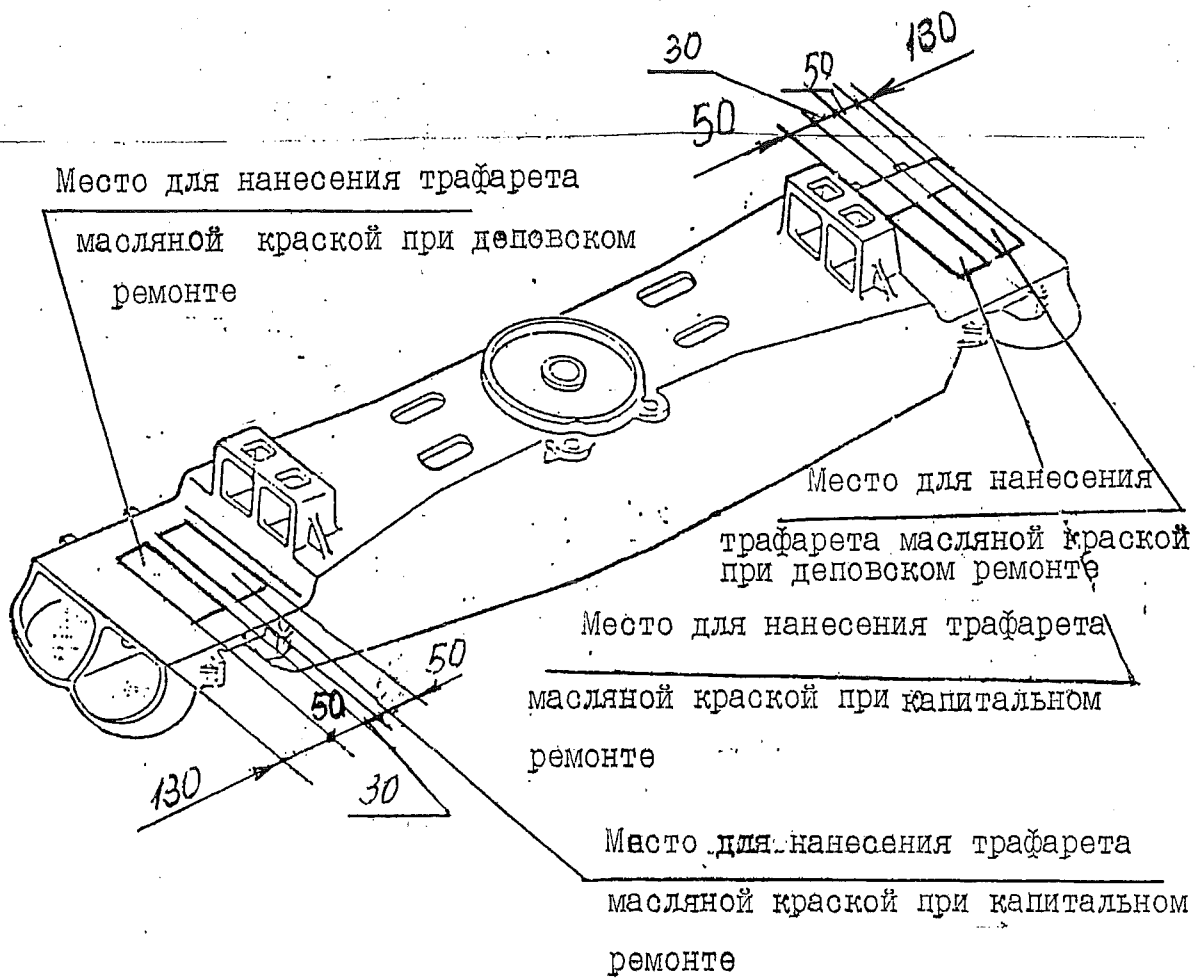
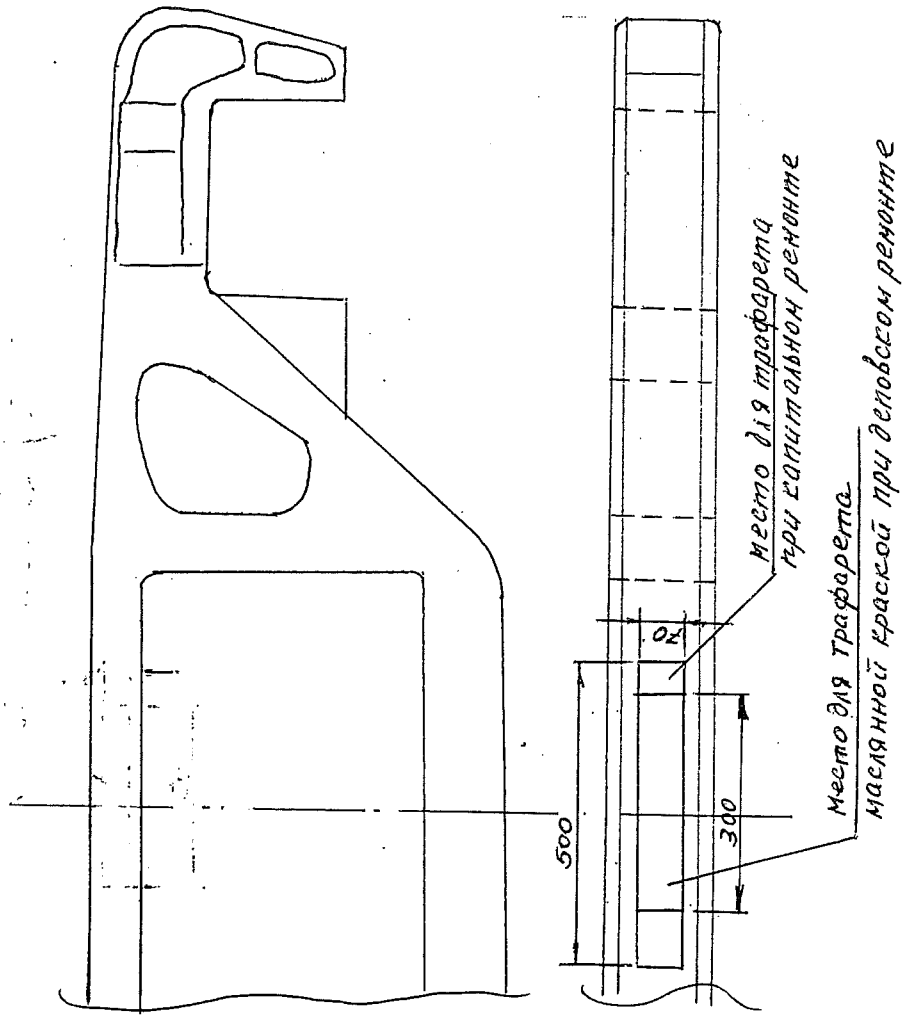

Рис. 3.1.
Рис. 3.2.
3.1.2. На литые элементы тележки (боковые рамы, надрессорные балки) помимо маркировки, согласно "Инструкции по контролю технического состояния боковых рам и надрессорных балок тележек грузовых вагонов" № 605-92 ПКБ ЦВ или ТК-58, дополнительно наносить трафарет белой краской о принадлежности тележки к кузову вагона (первая и три последних цифры номера вагона) Трафарет наносить в местах согласно рис. 3.1., рис. 3.2, рис. 3.3 пункт 2.
Дополнительно при капитальном ремонте на горизонтальной плоскости верхнего пояса боковой рамы должны быть нанесены трафареты белой краской с указанием года проведения капитального ремонта, номера вагоноремонтного предприятия и знака принадлежности тележки к кузову вагона (первая и три последних цифры номера вагона), которые при деповском ремонте восстанавливаются Рис. 3.2, Рис. 3.3., пункт I.
3.6. При выпуске вновь построенных вагонов с завода на литых элементах тележки (боковой раме, надрессорной балке) наносить трафарет белой краской с указанием года постройки вагона, номера завода и знака принадлежности тележки к вагону (первая и три последние цифры номера вагона) рис. 3.1; рис. 3.2; Рис. 3.3. п.1.